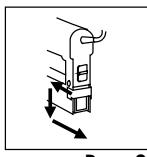

Рис. 2
2. Вытащите пружину полностью (рис. 2, 5).